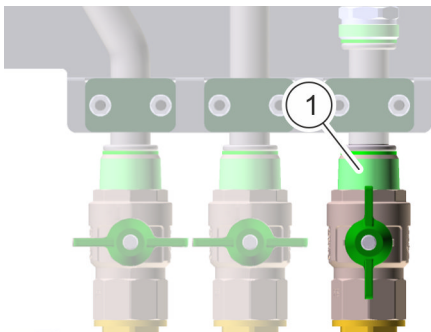

Abb. 60: Kugelhahn Frischwasser öffnen
- 5.** → Anschluss Hauptzuleitung Trinkwasser (Abb. 60/1) langsam öffnen.